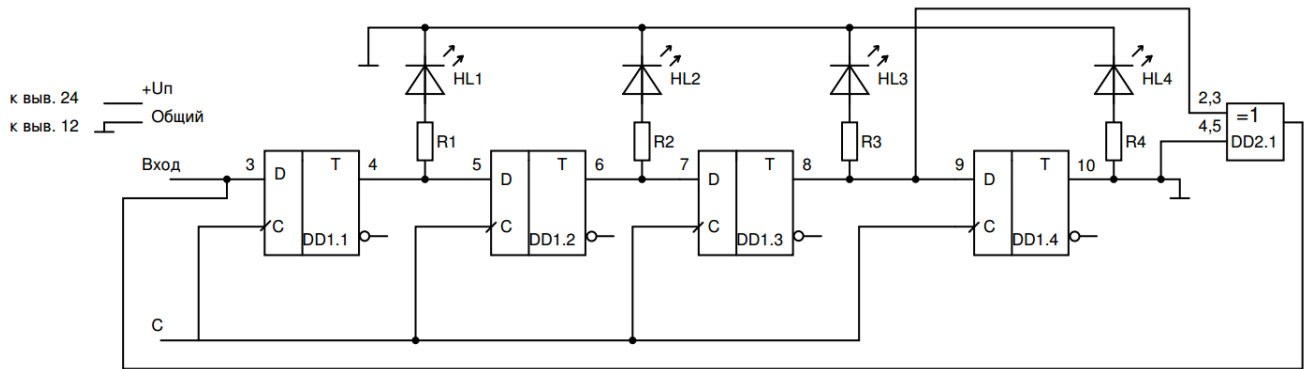

Рисунок 3 – Функциональная схема сдвигающего регистра на основе D–триггеров
1. Собрать схему генератора псевдослучайных кодов (рисунок 3) используя микросхему K155IP13 (DD1) и K155ЛР1 (DD2). Подключить его к регистру.